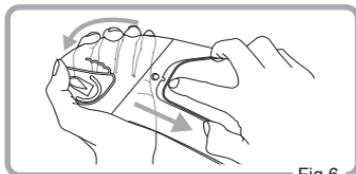

Fig.6
2. Retire la lente insertable original Pinlock® de los pasadores excéntricos flexionando la visera. (Fig. 6)